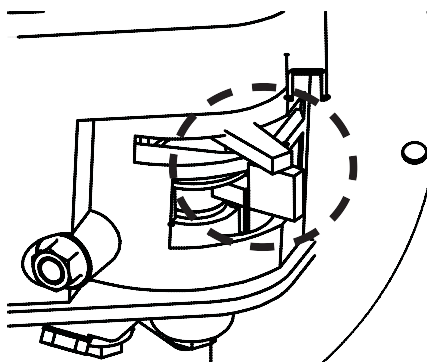

Рисунок 4
- Если двигатель разогретый, или температура окружающей среды высокая, откройте дроссель наполовину, или полностью. **СМ. РИСУНОК 4 и 5.**
9. После начала работы двигателя переместите рычаг управления в положение «половина дросселя». **СМ. РИСУНОК 4.**